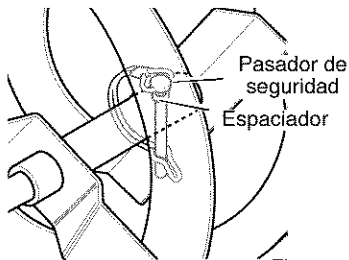

Figura 87
3. Alinee el agujero de la barrena con el agujero del eje de la barrena. Instale el nuevo **pasador de seguridad y espaciador**. Vea la Figura 87.